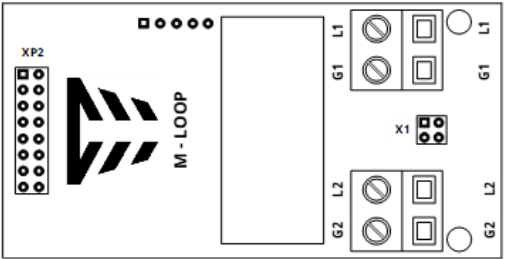

Рисунок 2.1 – Зовнішній вигляд модуля
Зовнішній вигляд модулю наведено на Рис. 2.1.
3.1 Перелік входів, виходів та їх функцій наведений в табл. 3.1. Розташування клем модуля показане на Рис. 2.1.